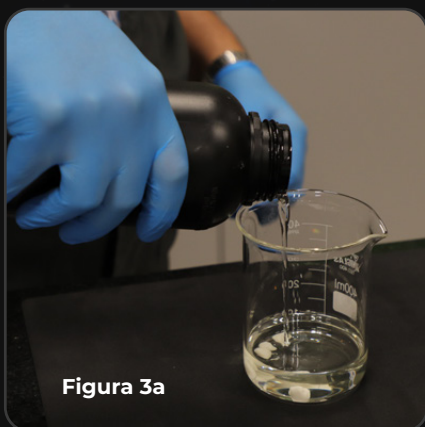
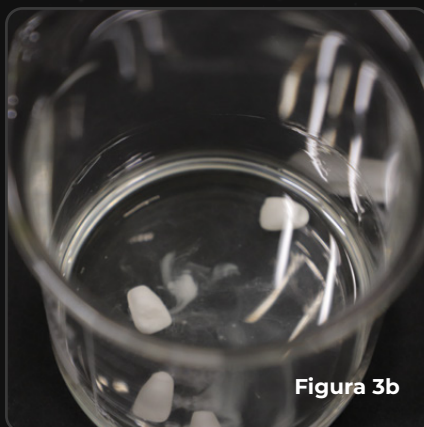

Figura 3a
Figura 3b
- Coloque os dispositivos dentro de um béquer e adicione Cosmos Plus Composite Cleaning Solution até cobrir os dispositivos (Figura 3a) e deixe por **1 minuto** (Figura 3b).